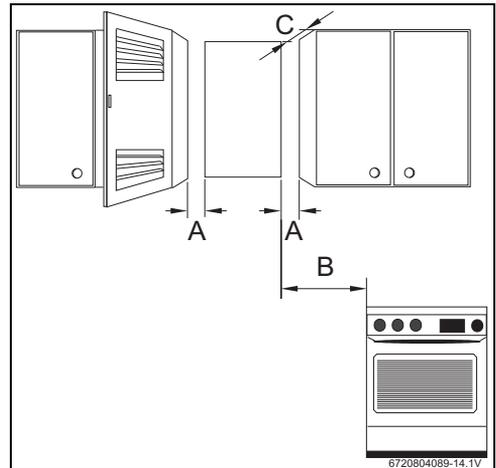

Fig. 19 Distancias mínimas
- ▶ Mantener las distancias mínimas, presentadas en la fig. 19.
- ▶ Asegurar el libre acceso para trabajos de mantenimiento y mantener la distancia mínima, visualizada en la fig. 19.